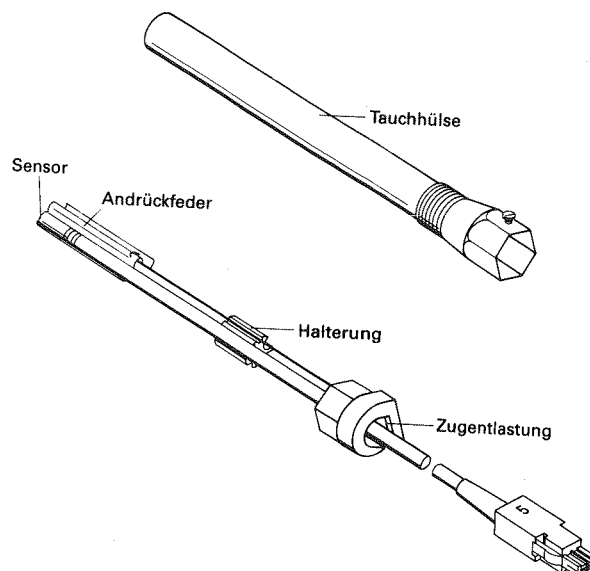

Abb. 4.4
3. Sensor entsprechend Abb. 4.4 mit der Sensorbefestigung verbinden. Dabei beachten: